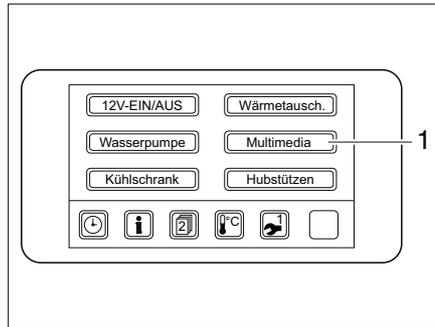

Bild 36 Panel Menü Verbraucher
- Fernsehgerät am Panel einschalten: Schaltfläche Multimedia (Bild 36,1) im Panelmenü Verbraucher berühren. Schaltfläche leuchtet grün.
- Fernsehgerät am Panel ausschalten: Schaltfläche Multimedia (Bild 36,1) im Panelmenü Verbraucher berühren. Schaltfläche erlischt.